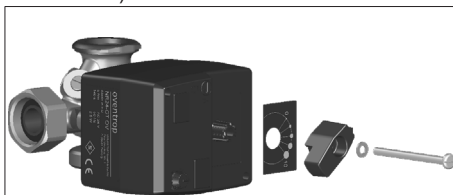

Abb. 5: Fitting of the rotary knob
5. Mount the rotation indicator, the rotary knob, the serrated lock washer and the screw (positions 4, 5, 6 and 7 Abb. 1 auf Seite 19) (see Abb. 5 auf Seite 22).